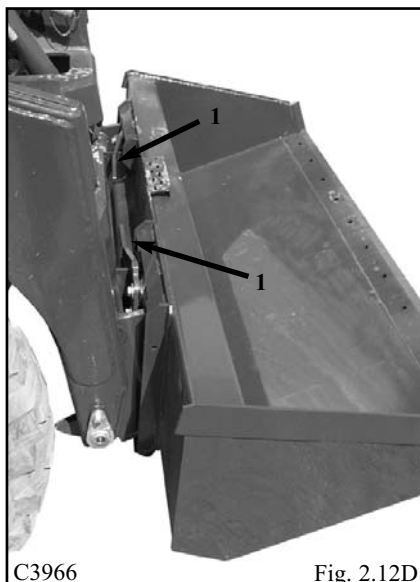
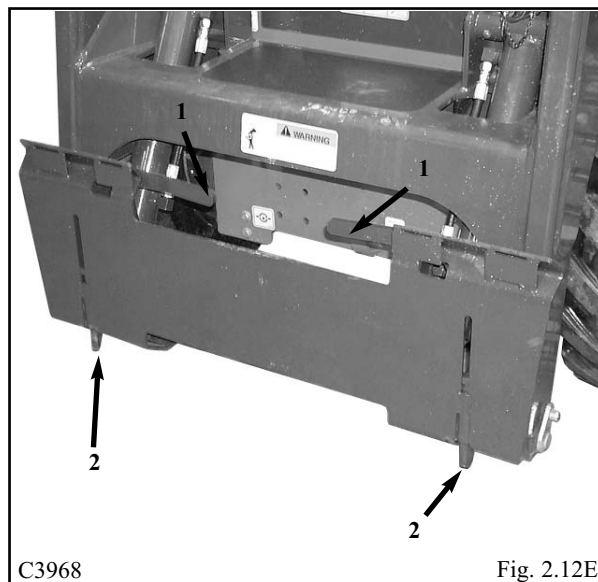

Fig. 2.12D
Fig. 2.12E
Poussez le verrou (1) complètement vers le bas (fig. 2.12D), ce qui fait sortir les goupilles de verrouillage (fig. 2.12E, point 2) jusque dans l'accessoire, pour l'assujeter.